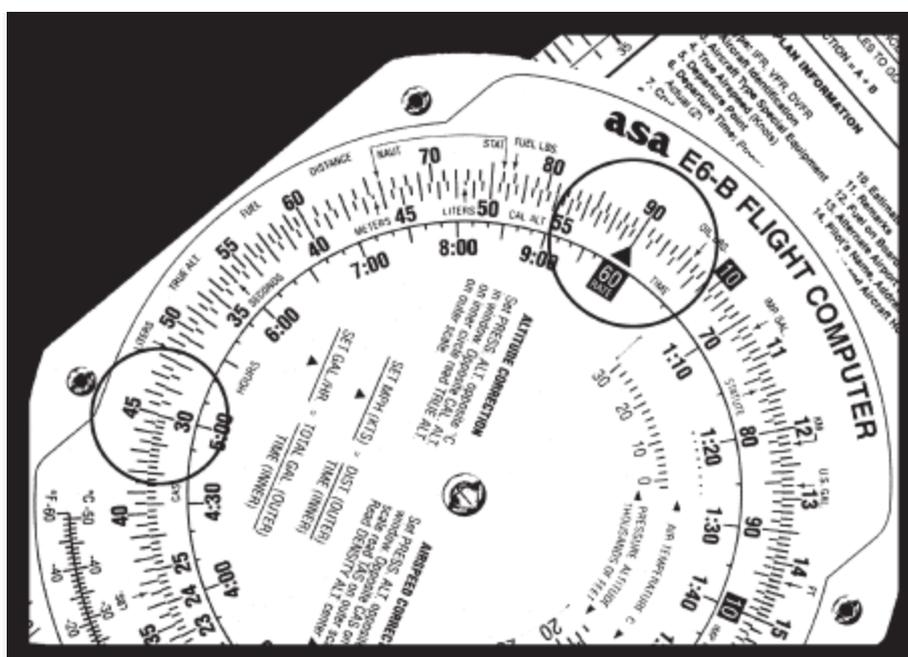

Figure 16
2. Trouvez 300 pieds/mile sur l'échelle moyenne (Voir figure 16).